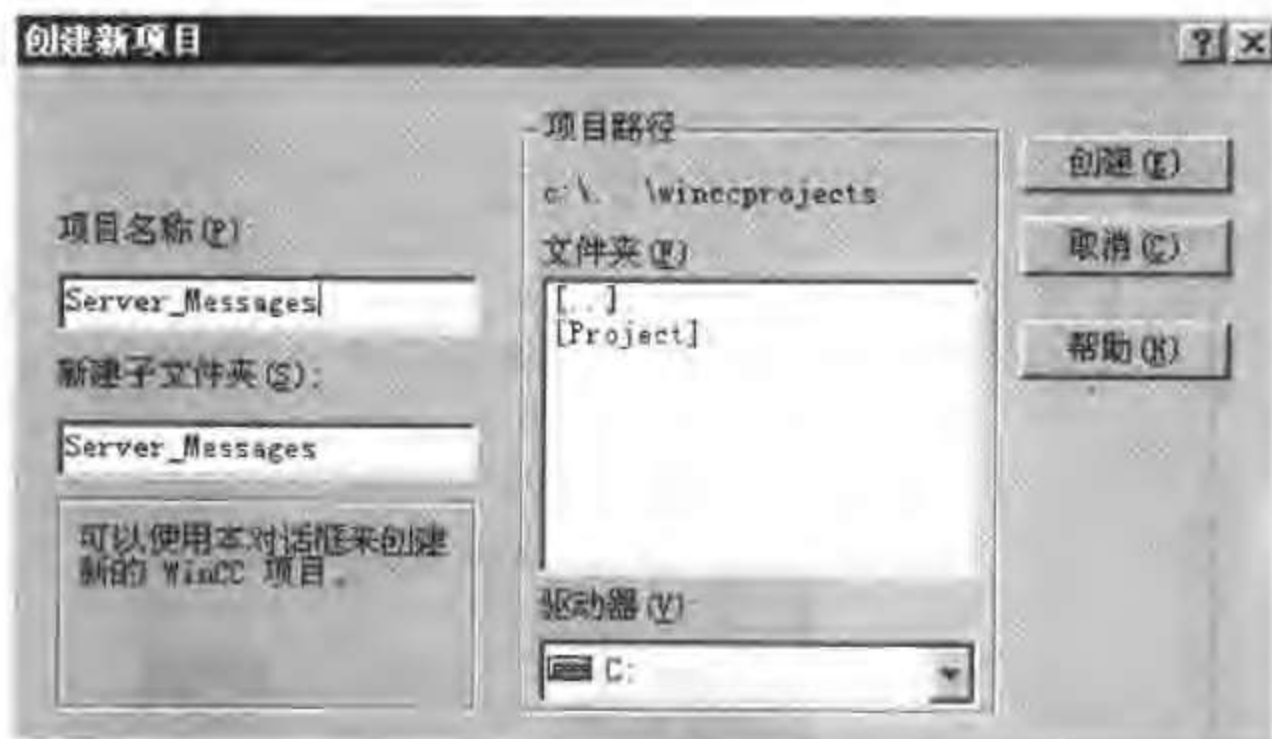

图 12-2 项目名称和路径组态对话框
- 如果目录名称与项目名称不同,则输入项目名称和子目录名称(如图 12-2 所示)。通常,用 WinCC 安装目录中的 WinCC Projects 文件夹作项目路径。